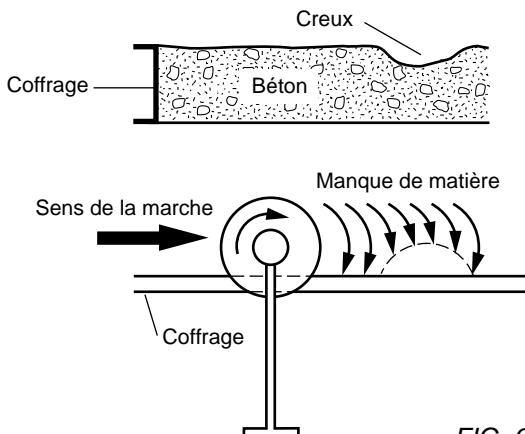
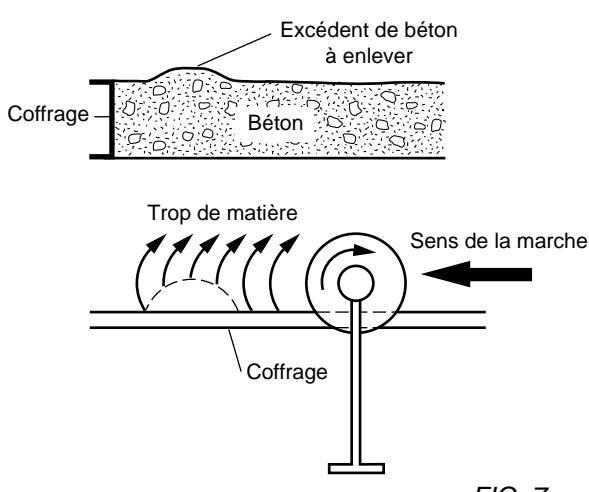

FIG. 6
FIG. 7
- Defectos en la superficie también pueden obligar el operador a proceder de manera diferente. Los huecos y los relieves que sobran después de la puesta en forma pueden ser corregidos durante el trabajo de desbaste. Los agujeros se llenarán girando alrededor, en el sentido de las agujas del reloj [VER FIG. 6]. Para los relieves, operar de modo inverso [VER FIG. 7].